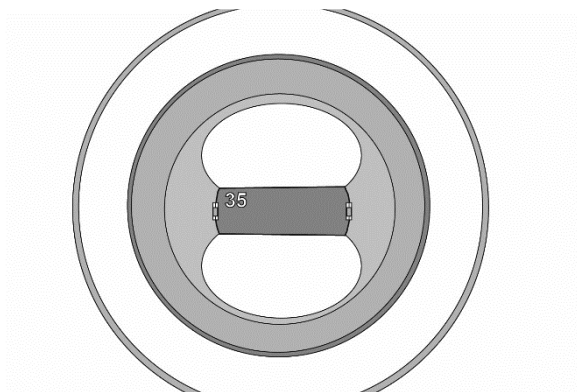

Figure 15 : Montage dans tuyau
5. Placez la plaque d'étranglement dans les orifices situés à l'intérieur de l'ouverture du conduit. (voir figure 15).